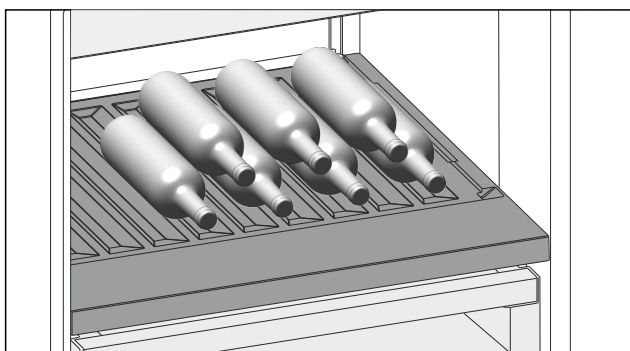

Fig. 121
- Помістіть пляшки дном у напрямку до задньої стінки. (див. Fig. 121)